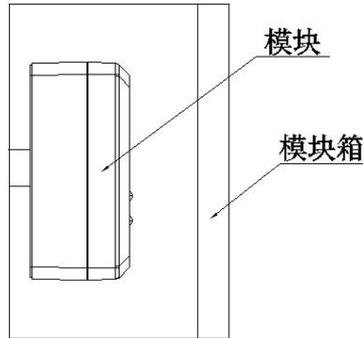

图 2 隔离器安装方式
- 2、隔离器模块采用明装方式，安装时，先用两个螺钉将模块底座固定在墙上的预埋盒上（注意模块底座“向上”及箭头朝上）安装示意图见图 2：